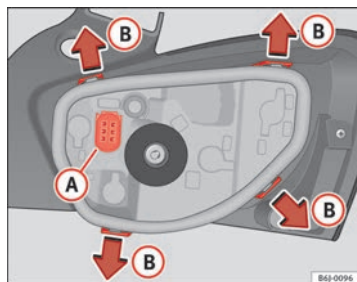

Fig. 177 Cambio lampade luci posteriori
- Togliere il portalampada, separandolo dalla scatola. Premere sulle linguette (B) nel senso indicato dalle frecce ⇒ fig. 177.